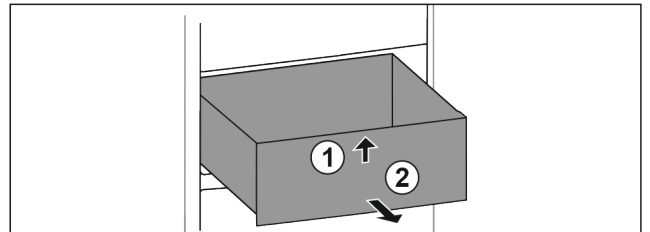

Fig. 19
- ▶ Sollevare il cassetto dal davanti. Fig. 19 (1)
- ▶ Rimuovere il cassetto tirandolo in avanti. Fig. 19 (2)